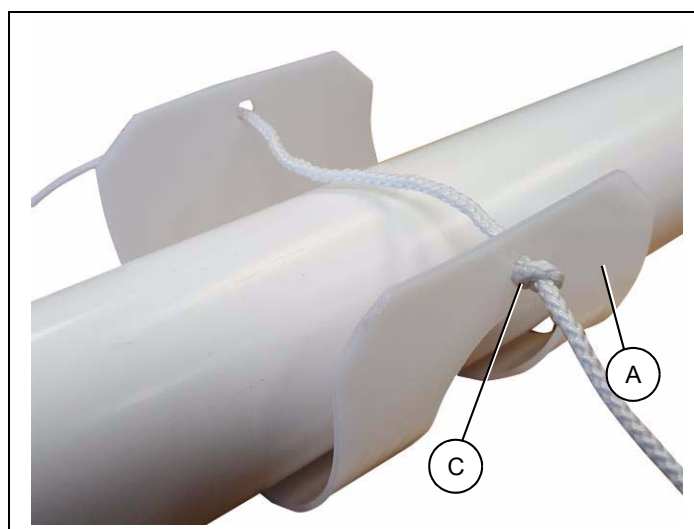

Рисунок 5N
3. Проденьте один конец шнура через оба отверстия в верхней части поворотной задвижки (А). (см. рисунок 5N.)